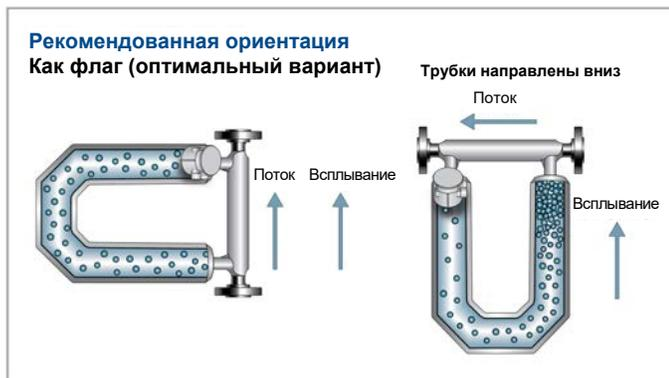

Рис. 9. Влияние ориентации сенсора на распределение пузырьков
- **Вертикальный трубопровод, направление потока вверх.** В частности, при сниженных расходах всплывание пузырьков приводит к их накоплению у входа сенсора, когда он установлен в горизонтальном трубопроводе с трубками, направленными вниз. Всплывание пузырьков в потоке влечет за собой их перемещение по трубкам. По этой причине рекомендуется устанавливать сенсор в вертикальном трубопроводе с восходящим потоком. Устранить эту проблему также помогает поддержание высокого расхода (рис. 9).